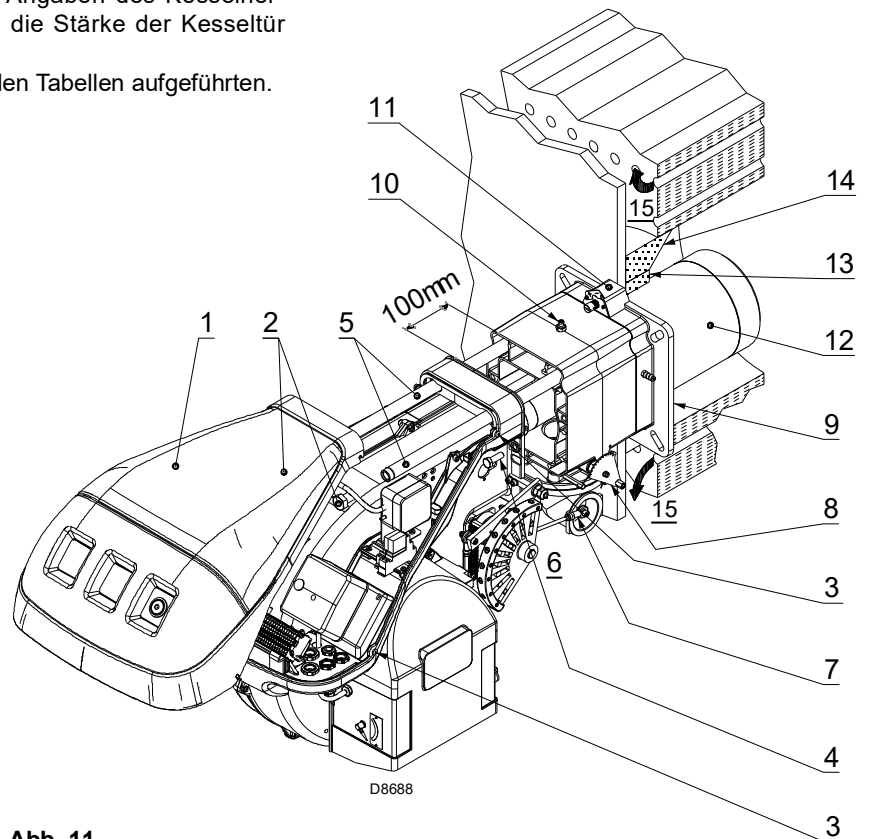

Abb. 11
Für Heizkessel mit vorderem Rauchumlauf 15) oder mit Flammenumkehrkammer muss eine Schutzschicht aus feuerfestem Material 13), zwischen feuerfestem Material des Heizkessels 14) und Flammrohr 12) ausgeführt werden. Diese Schutzschicht muss so angelegt sein, dass das Flammrohr ausbaubar ist. Siehe Abb. 11.
Dann den Flammkopf vom übrigen Brenner trennen, Abb. 11.
Nach dem Ausführen dieses eventuellen Vorgangs den Flansch 11)(Abb. 11) an der Heizkesselplatte befestigen, und die mitgelieferte Isolierdichtung 9)(Abb. 11) einfügen.
- den Brenner auf den Führungen 3) etwa 100 mm von Muffe 4) - Brenner in der in Abb. 11 gezeigten Position montieren;